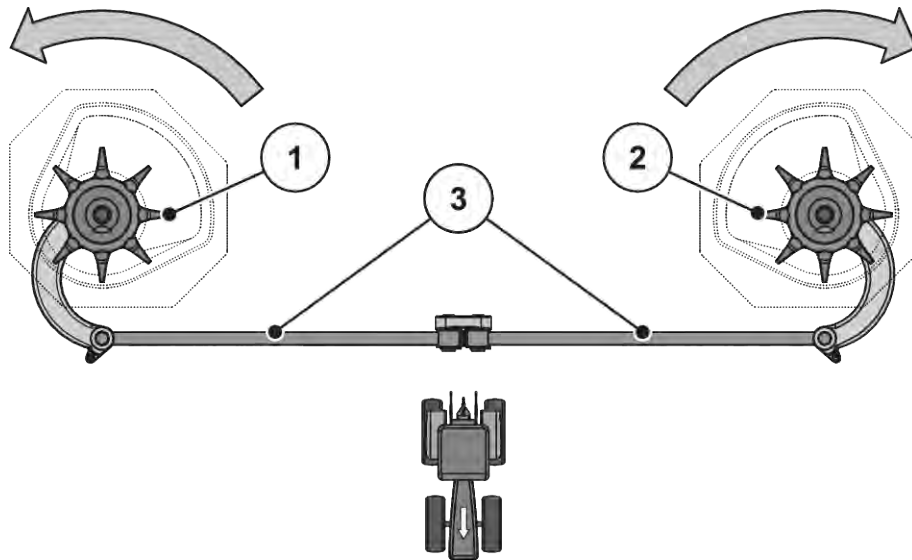

Abb. 54: Rührwerksantrieb prüfen
- Rührkopf von Hand **in die Drehrichtung der Wurfscheibe** drehen. Siehe Abb. 54 Rührwerksantrieb prüfen.
- Rührkopf von Hand oder mithilfe eines Ölfilterbandes kräftig **gegen die Drehrichtung der Wurfscheibe** drehen. Siehe Abb. 54 Rührwerksantrieb prüfen